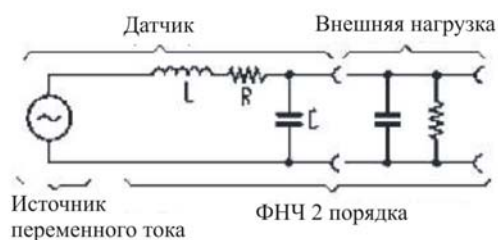
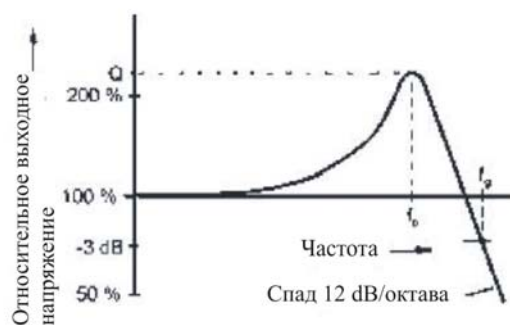

Рис. 3. Датчик плюс внешняя нагрузка (потенциометры, кабель и входное сопротивление усилителя).
Рис. 4. Частотная характеристика магнитного датчика. Позиция и высота резонансного пика разная для разных датчиков.
Эти пассивные компоненты формирует так называемый фильтр низких частот второго порядка (ФНЧ 2 порядка) (Рис. 3). Таким образом, как и любой другой подобный фильтр, этот имеет частоту среза f_g ; на этой частоте амплитуда падает на 3 децибела (т.е. на половину). Дальше f_g , амплитуда падает на 12dB на октаву, а до f_g сигнал не меняется никак. Спада на низких частотах не наблюдается; однако, немного ниже f_g есть электрический резонанс между индуктивностью катушки датчика и емкостью кабеля гитары. На частоте, названной f_{max} , наблюдается пик амплитуды. Пассивный ФНЧ в этом случае работает как усилитель напряжения (но не как усилитель мощности, потому что выходное сопротивление соответственно повышается). Рис. 4 показывает типичную кривую частотной характеристики датчика.
Любой может намотать нормальный сингл с магнитами непосредственно в катушке (1). Небольшие магниты АЛНИКО (сплав АЛюминия, НИкеля и КОбальта) для 5 стержневых магнитов, например длиной 20mm (3/4"), 15mm (5/8"), и 5mm (3/16") в диаметре, можно найти в реле, которые легко купить в магазине электроники. Эти магниты как раз подходят под размер, только их надо вставить в две тонких пластины, чтобы намотать катушку сингла. Любой жесткий материал типа текстолита толщиной 1.5mm (1/16") или 2.4mm (3/32"), фанера толщиной 2mm (3/32"), или какой-нибудь синтетический материал, может использоваться для верхней и нижней частей, синтетика не очень хорошо подходит для этих целей. Я использую фанеру толщиной 2mm, потому что ее очень легко найти. Убедитесь в том, что оставили достаточно места на нижней части, чтобы надежно закрепить провода, лучше использовать маленький зажим или просто узелок как защиту от обрыва проводов. Рисунок 3 показывает типичные формы верхней и нижней частей сингла. Отверстия для крепежа сингла можно будет сделать позже. Также надо просверлить несколько отверстий для выходного провода датчика. В общем сверлите шесть отверстий в обеих частях подходящим по диаметру сверлом под магниты, учитывая интервал. Вклеиваете их суперклеем. Затем оберните один слой изолянта вокруг всех магнитов и отшлифуйте тщательно все грани, т.к. провод очень легко порвать при намотке о заусенцы. Jason Lollar (см. адреса поставщиков), предлагает готовые верхнюю и нижнюю части датчика, сделанные из текстолита. Они стоят приблизительно 3\$US за комплект. Рисунок 3 показывает две пары: верхняя, после вклейки 4.8mm x 19mm (3/16" x 3/4") стержневых магнитов АЛНИКО, будет нэковым датчиком, а нижняя после вклейки 4.8mm x 19mm (3/16" x 3/4") стержневых магнитов